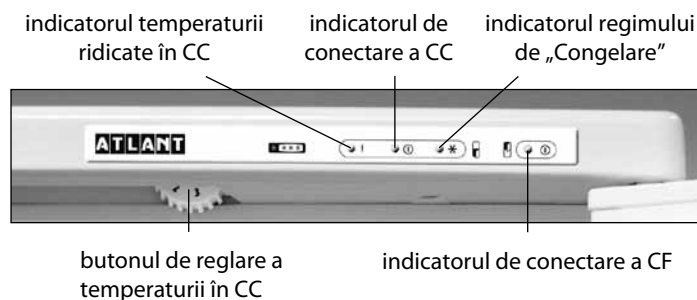

Figura 3
**2.2.1** Frigiderul are indicatori de lumină, în conformitate cu figura 3:
**2.3.1** La conectarea frigiderului la rețeaua electrică se pornește ventilatorul încorporat care asigură circulația aerului în frigider și pe masca frigiderului se aprind indicatorii de lumină, în conformitate cu Figura 3: două verzi și unul roșu.